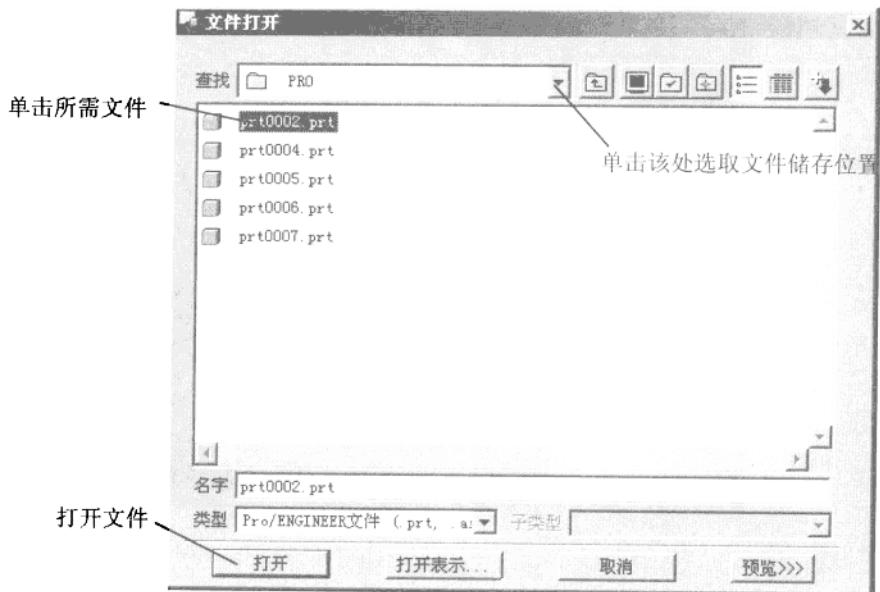

图 1.6
(1) 单击菜单命令文件（File）→ 打开（Open），弹出如图 1.6 所示的对话框，在该对话框中，从硬盘或内存单击需要的文件，然后单击左下角的打开（Open）键，即可打开所需的文件。
(2) 也可以直接单击工具按钮 打开图 1.6 的对话框。